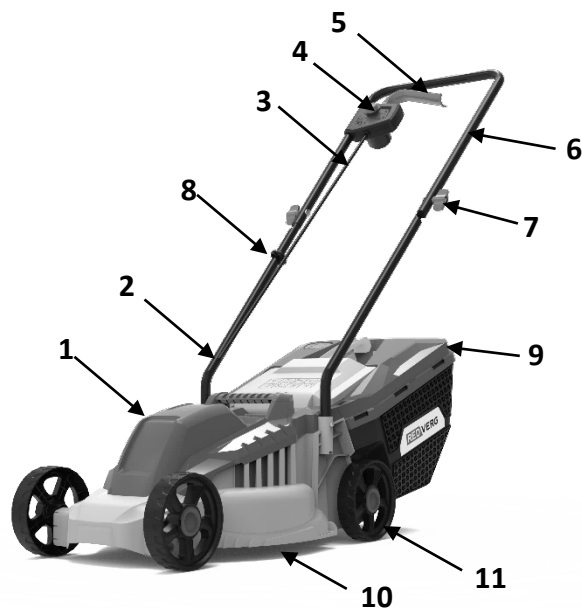

Рис. 1
- Установите верхнюю часть рукоятки управления на нижнюю. Зафиксируйте положение барашковой гайкой (7)(См.Рис.1; 2).
- **Для включения газонокосилки:** нажмите кнопку блокировки от случайного пуска (4) (См. Рис. 1; 3), и удерживая ее в этом положении, нажмите на пусковой рычаг (5) (См. Рис. 1; 3).
- **Для выключения газонокосилки:** отпустите пусковой рычаг (5) (См. Рис. 1; 3) и отсоедините косилку от сети питания.